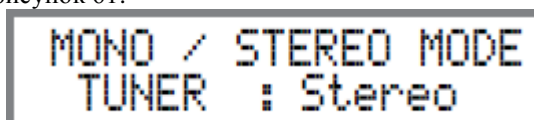

Рисунок 61
2. Нажимайте кнопку TRIM на пульте до тех пор, пока индикация “MONO/STEREO MODE, _ _ _ _ _: Stereo” не будет отображаться на дисплее Фронтальной панели. Смотрите рисунок 61.